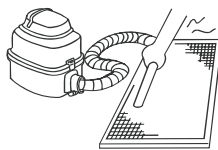
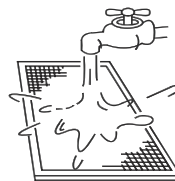

Fig. 5-5
Fig. 5-6
- El lado entrada aire debe ser posicionado hacia arriba cuando se utiliza una aspiradora (véase Fig. 5-5); de lo contrario, debe ser posicionado abajo si se utiliza el agua para limpiar el filtro (véase Fig. 5-6):